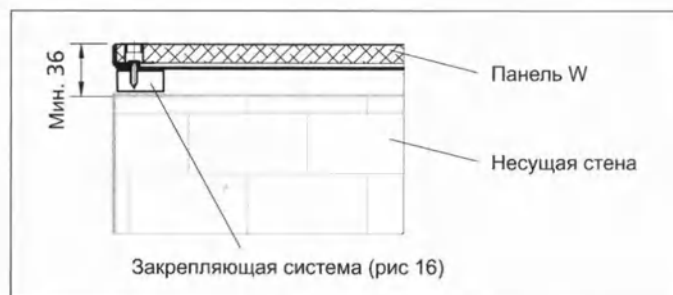

Рис. 4 Облицовка + закрепляющая система
2.4. Облицовка + закрепляющая система (Рис. 4)